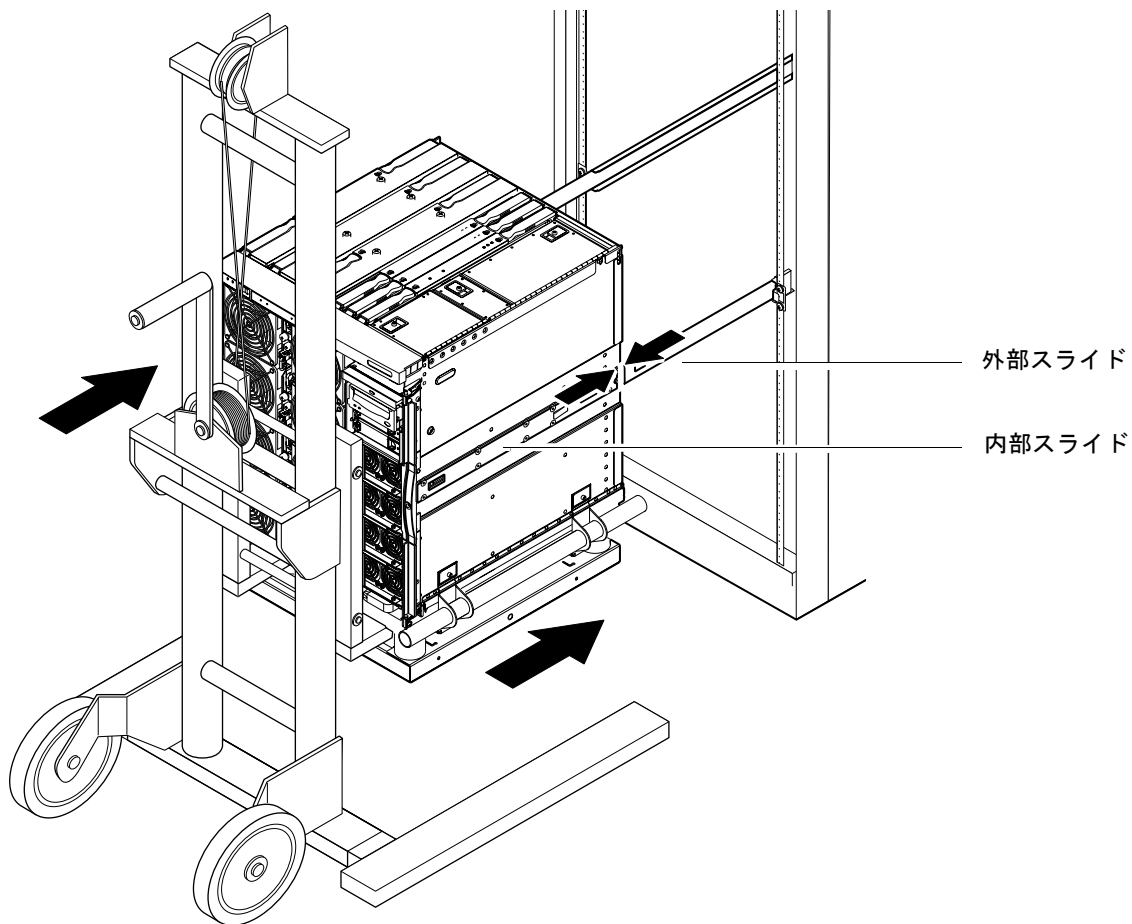

図 1-11 スライドの位置合わせ
6. システムのスライドがキャビネットの外部スライドに完全にかみ合うまで、リフターを前方に注意深く移動させます (図 1-11)。